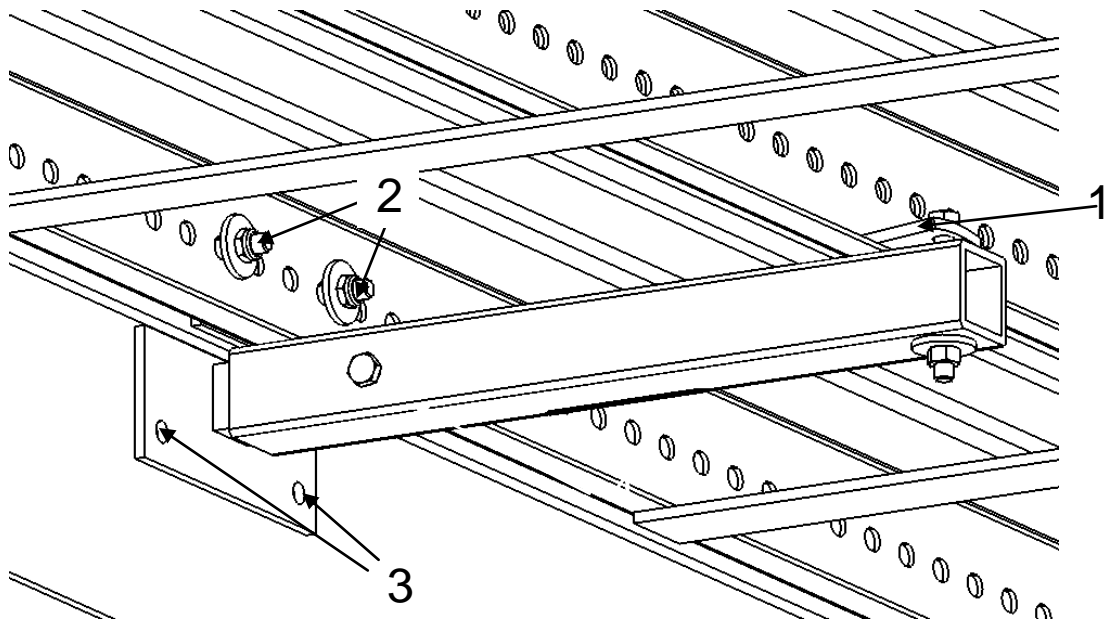

Abb. 58: Containeranbindung seitlich: Detail
3. Abb. 57/1 fixieren (s. auch Abb. 58). Die Bohrung
9. Containeranbindung am Container und am Laufsteg mit dem Laufflächenhalter Abb. 58/1, den Schrauben Abb. 58/2 und Schrauben M8 (nicht im Lieferumfang enthalten) Abb. 58/3 fixieren.